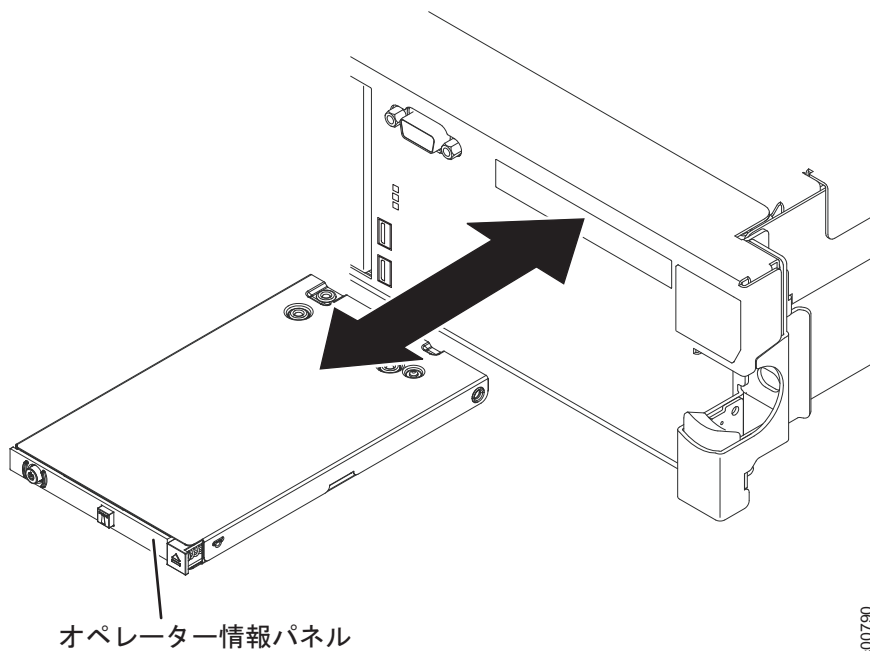

図 257. 2145-DH8 オペレーター情報パネルの交換
2. 338 ページの図 257 に示すように、ノードの前面から、オペレーター情報パネルをスライドさせて、所定の位置にカチッと音をたてて収まるまでノード内に押し込みます。